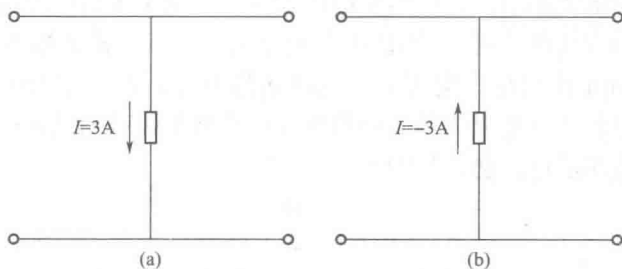

图 1-3 电流的参考方向
② 电流的参考方向 参考方向是一种假定的方向,可以任意指定。参考方向不一定就是电流的实际方向,实际方向必须根据计算结果判断:若得数为正,说明参考方向和实际方向一致;若得数为负,则说明参考方向和实际方向相反。如图 1-3 所示电路中,假设流过电阻的电流实际方向是从上向下,为了表达这个事实,既可以像图 1-3(a)那样标注参考方向,并写出 $I=3\text{A}$;也可以像图 1-3(b)那样标注参考方向,但应写明 $I=-3\text{A}$ 。也就是说电流值的正负是在选择了参考方向以后才有意义。无特别说明,电路图中标出的电流方向一般都是参考方向。